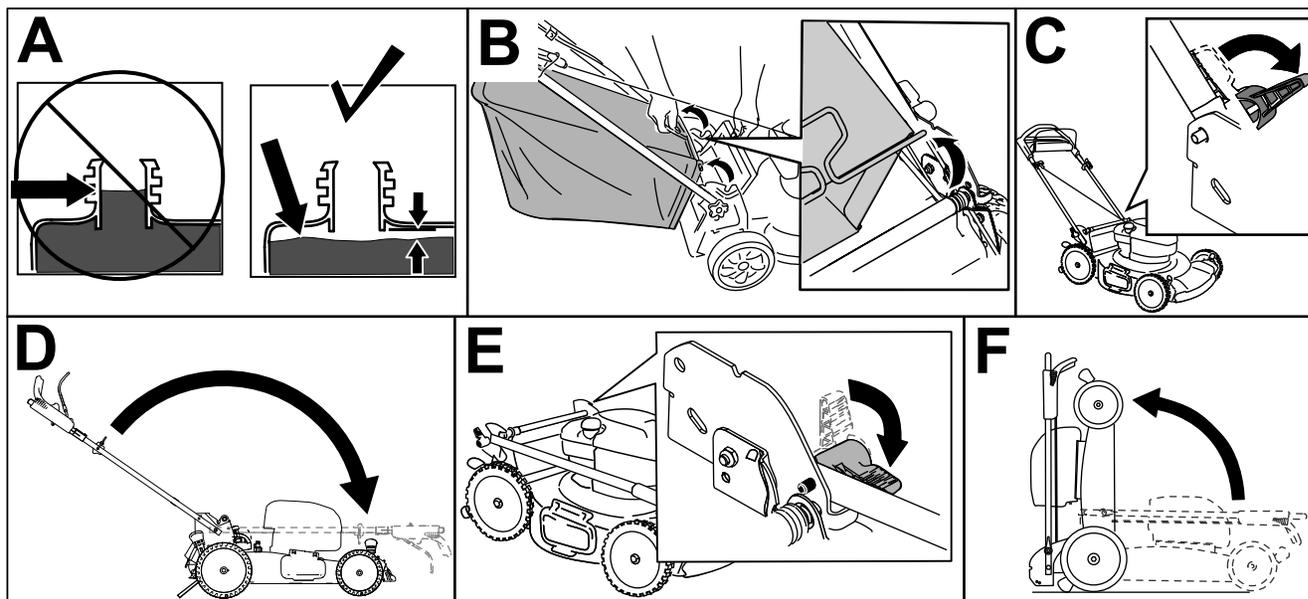

Figure 32
Remarque: Si le niveau de carburant est trop élevé dans le réservoir de carburant, vidangez une partie du réservoir dans un récipient approprié jusqu'à ce que le niveau soit égal ou inférieur à la limite recommandée par le constructeur du moteur (A de Figure 32).
2. Si le bac à herbe est installé, déposez-le; (B de Figure 32).
3. Déverrouillez le guidon (C de Figure 32).
4. Pliez le guidon complètement en avant (D de Figure 32).
5. Verrouillez le guidon (E de Figure 32).
6. Levez l'avant de la machine par le guidon et amenez-la dans un lieu de remisage (F de Figure 32).